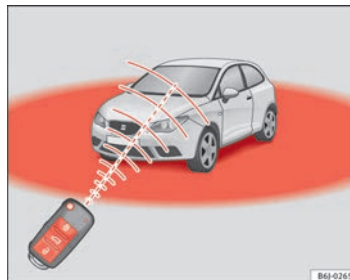

Abb. 46 Wirkungs-
Zudem blinkt die Batterie-Kontrollleuchte des Schlüssels \Rightarrow Abb. 46 auf.
- Die Funk-Fernbedienung funktioniert nur innerhalb ihres Wirkungsbereiches ⇒ Abb. 46.